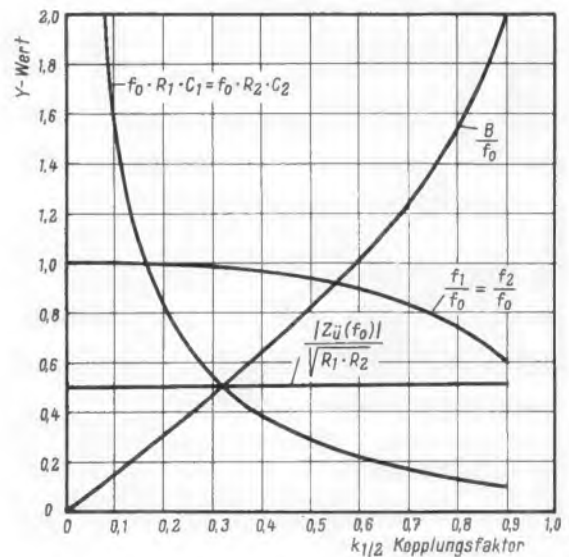

Bild 3. Diagramm zum Bemessen von Bandfiltern mit beiderseits bedämpften Kreisen
Mit dem Wert für Y aus der Formel (3) geht man je nach gewählter Schaltung im Bild 3 bzw. 4 von der linken Skala waagrecht bis zum Schnittpunkt mit der Kurve B/f_0 und findet senkrecht darunter den Kopplungsfaktor $k_{1/2}$. Die Senkrechte auf ihm liefert in den Schnittpunkten mit den übrigen Kurven die Y-Werte zum Berechnen der folgenden Größen.
In Bild 3 ist $f_1 = f_2$.
Die Bedämpfungswiderstände sind neben dem Kopplungsfaktor und den Schwingkreisinduktivitäten wichtige Dimensionierungsfaktoren. Sie bestimmen die optimale Spannungsverstärkung bei vorgegebener Welligkeit und Bandbreite. Den Y-Wert zu ihrer Berechnung findet man links vom Schnittpunkt des Kopplungsfaktors mit der Kurve $f_0 \cdot R_2 \cdot C_2$ in Bild 3 bzw. 4.
In Bild 3 ist: